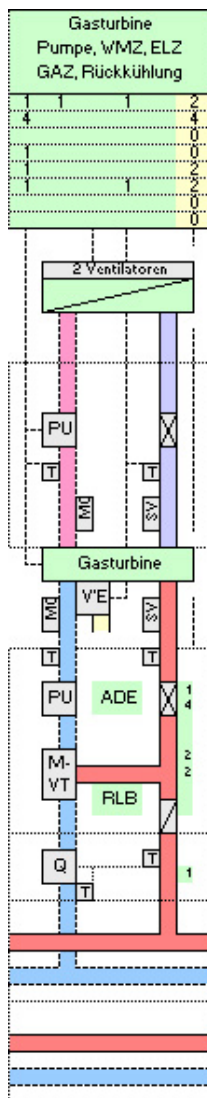
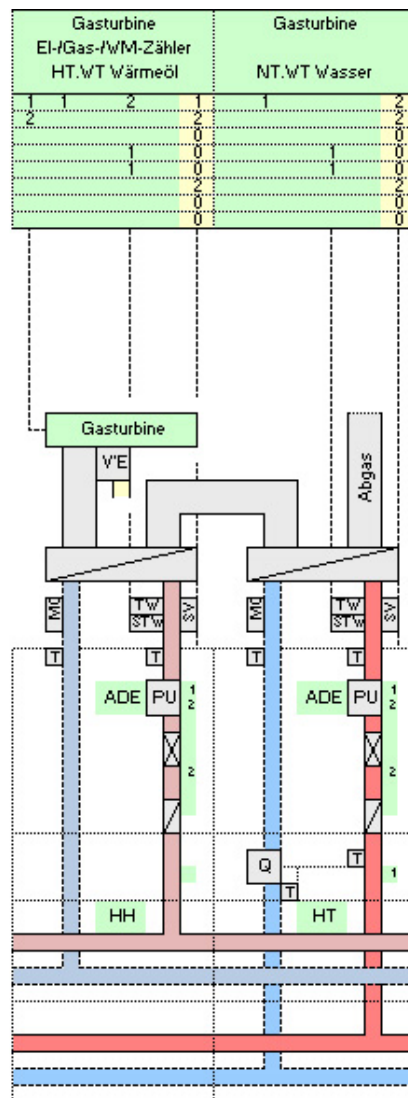

Bild 12.1
Bild 12.2
12. Mikrogasturbine (GT) (Bild 12.1 und Bild 12.2)